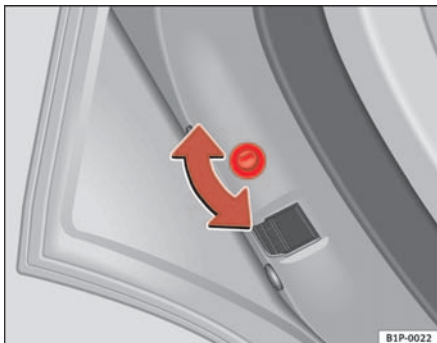
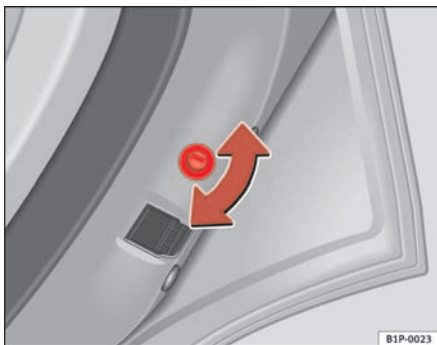

Abb. 43 Kindersicherung in der linken Tür
Abb. 44 Kindersicherung in der rechten Tür
- Drehen Sie bei geöffneter Tür den Schlitz mit dem Fahrzeugschlüssel bei der linken Tür gegen den Uhrzeigersinn und bei der rechten Tür im Uhrzeigersinn ⇒ Abb. 43, ⇒ Abb. 44.
- Drehen Sie bei geöffneter Tür den Schlitz mit dem Fahrzeugschlüssel bei der rechten Tür gegen den Uhrzeigersinn und bei der linken Tür im Uhrzeigersinn ⇒ Abb. 43, ⇒ Abb. 44.